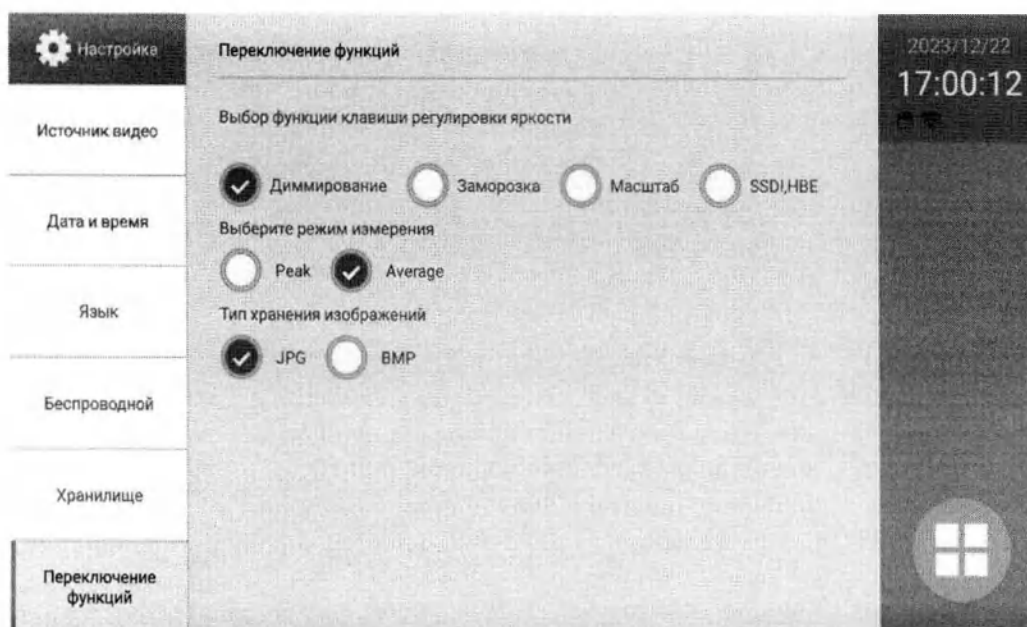

Рис. 3.10 Интерфейс проверки функции заморозки.
3.10.1 В главном меню нажмите кнопку «переключатель функций». Войдите в интерфейс настройки функционального переключателя и выберите «заморозить» ниже (как показано на рис. 3.10). Затем вернитесь к интерфейсу предварительного просмотра.